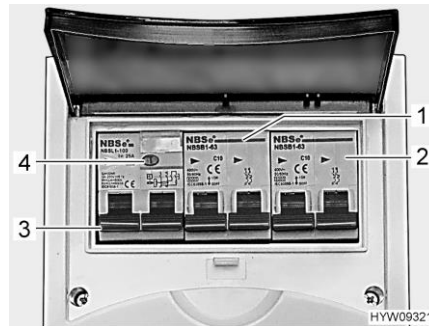

Bild 111 Leitungsschutzschalter und FI-Schalter (230-V-Sicherungskasten)
Ein Fehlerstrom-Schutzschalter (FI-Schalter) (Bild 111,3) im Sicherungskasten sichert das gesamte Fahrzeug gegen Fehlerstrom (30 mA) ab.
Der nachgeschaltete Leitungsschutzschalter (10 A) (Bild 111,1) sichert die 230-V-Steckdosen, den Elektroblock, das Zusatz-Ladegerät und den Kühlschrank ab.
Bei Fahrzeugen mit Sonderausstattung, z. B. Dachklimaanlage, sichert ein zusätzlicher Leitungsschutzschalter (16 A) (Bild 111,2) das Gerät ab.
- Wenn das Fahrzeug an die 230-V-Versorgung angeschlossen ist, die Prüftaste (Bild 111,4) drücken. Der Fehlerstromschutzschalter (FI) muss auslösen.